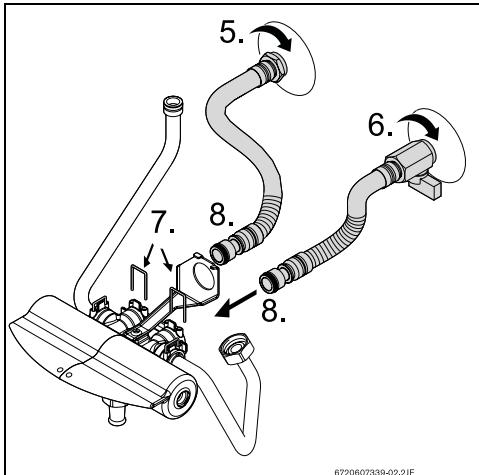

Bild 2
- Warmwasser- (→Bild 2, pos. 5) und Kaltwasser (→Bild 2, pos. 6) herstellen.
- Flexible Leitungen am Mischer anschließen (→Bild 2, pos. 7 und 8).